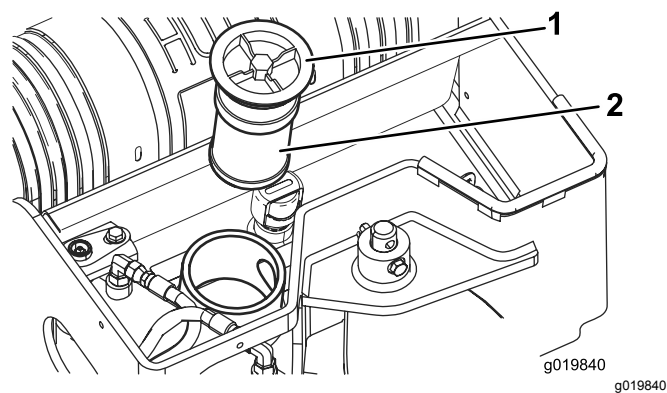

Figura 61
4. Retire y deseche el filtro usado (Figura 61).
5. Instale el filtro hidráulico nuevo y el tapón de llenado (Figura 61) y apriete el perno del tapón a entre 21 y 25 N·m.
5. Retire el tapón de llenado del depósito hidráulico y el filtro (Figura 61).
10. Instale el filtro hidráulico y el tapón de llenado (Figura 61) y apriete el perno del tapón a entre 21 y 25 N·m.